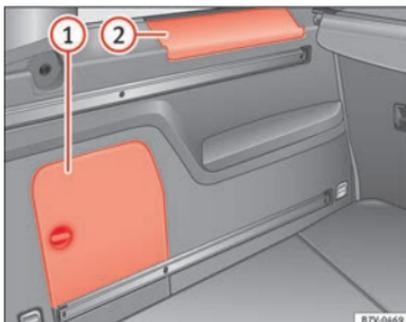

Fig. 187 Na bagageira: compartimento porta-objetos lateral.
Na lateral da bagageira existem outros compartimentos » **Fig. 187** ① e ②. Para abrir o